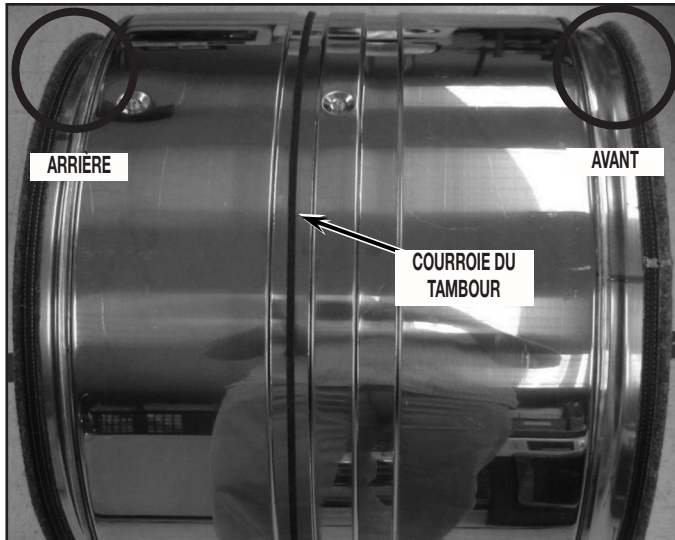

FIGURE 18
**IMPORTANT :** En prévision du remontage, noter la position de la courroie du tambour, et l'orientation à l'avant et à l'arrière. Voir la *Figure 18*.